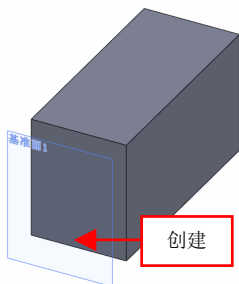

图 16-19 创建基准面 1 对象
(4) 单击【基准面】按钮, 弹出【基准面】属性管理器，选择模型的左侧面，设置【偏移距离】为 1.5，单击【确定】按钮，创建基准面 1 对象，如图 16-19 所示。